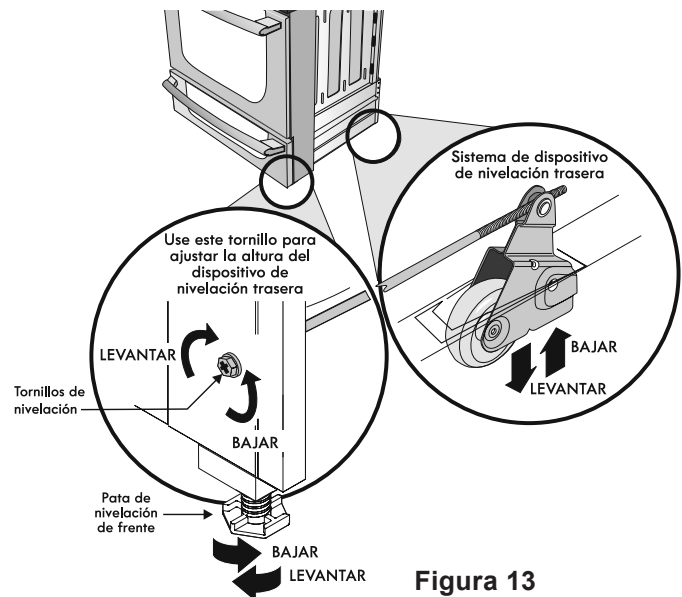

Figura 13
2. Baje el aparato, las patas de nivelación alternamente, hasta que la parte baja de la superficie de cocción repose sobre el mostrador (Figura 13).